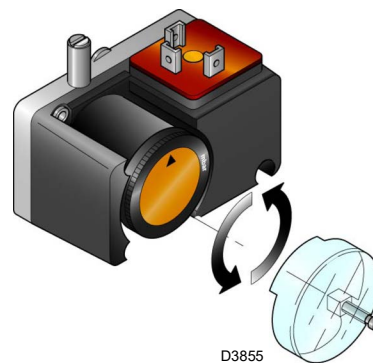

Abb. 30
- Regeln Sie den Druckwächter zur Kontrolle der Dichtheit (Kit PVP) (Abb. 30 auf Seite 32), wenn vorhanden, gemäß den dem Kit beiliegenden Anweisungen.
Regeln Sie den Druckwächter zur Kontrolle der Dichtheit (Kit PVP) (Abb. 30), wenn vorhanden, gemäß den dem Kit beiliegenden Anweisungen.